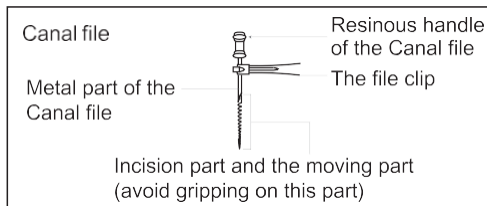

Bild 21
a) Wenn Sie eine Kanalfeile für einen Wurzelkanal verwenden, halten Sie den oberen Teil des Metalls in der Nähe des Griffs. Vermeiden Sie es, den unteren Teil (Klinge oder bewegliches Teil) zu greifen, um zu verhindern, dass der Feilenklemme abgenutzt wird. [Abbildung 21]